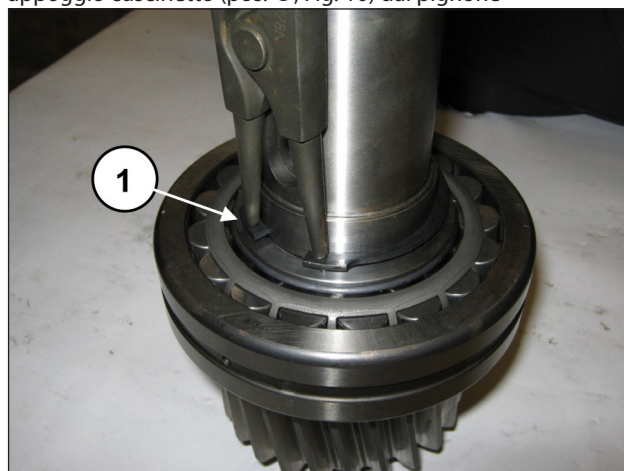
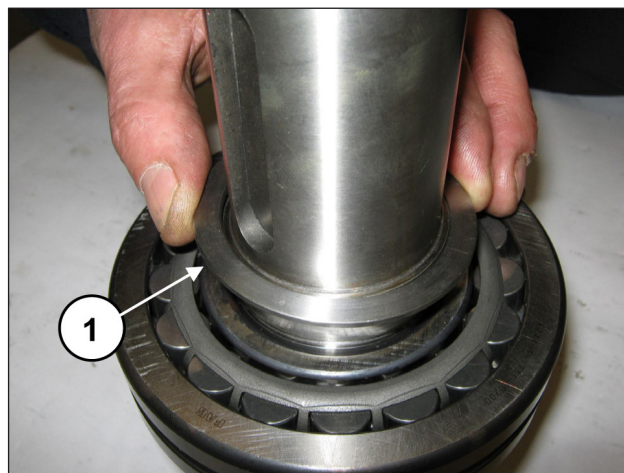

Fig. 9
Fig. 10
Rimuovere l'anello seeger Ø55 (pos. ①, Fig. 9) e l'anello appoggio cuscinetto (pos. ①, Fig. 10) dal pignone